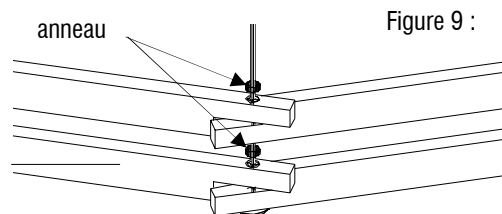

Figure 9 :
- Placer les anneaux de renfort entre chaque rangée (Figure 9).